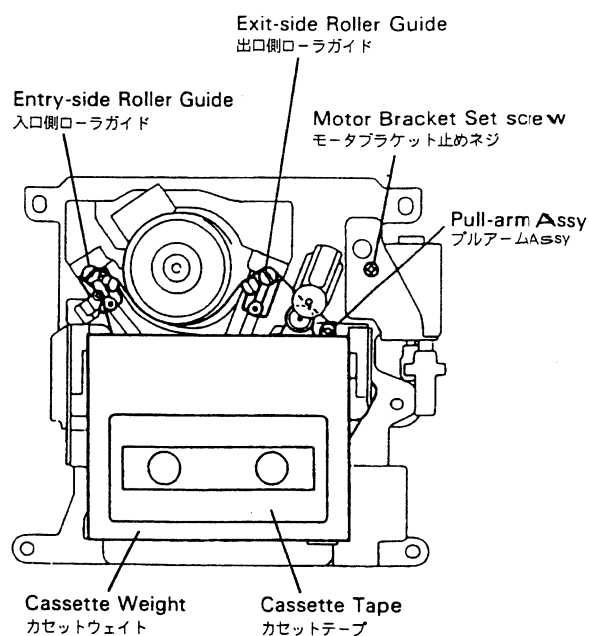

Fig. 3-5
2. Mount the tracking tape (TY-7251). (Refer to Fig. 3-5.)
2. トラッキングテープ (TY-7251) を装着する。(図3-5参照)
- 2). Mount the tracking tape (TY-7251). (Refer to Fig. 3-5)
- 4). Inspect the RF waveform. If it resembles the waveform shown in Photo 3-7, tighten the exit-side roller guide (Fig. 3-5) (about 1/8 rotation). If it resembles the waveform shown in Photo 3-9, loosen the exit-side roller guide (about 1/8 rotation).
- 5). Inspect the RF waveform. If it resembles the waveform shown Photo 3-6, tighten the entry-side roller guide (Fig. 3-5) (about 1/4 rotation). If it resembles the waveform shown in Photo 3-8, loosen the exit-side roller guide (about 1/4 rotation).
- 2). トラッキングテープ(TY-7251)を装着する。(図3-5参照)
- 4). RF波形を観測し、写真3-7のようであれば出口側ローラガイド(図3-5)を締め込み(1/8回転程度)、写真3-9のようであれば出口側ローラガイドを緩める(1/8回転程度)。
- 5). RF波形を観測し、写真3-6のようであれば入口側ローラガイド(図3-5)を締め込み(1/4回転程度)、写真3-8のようであれば入口側ローラガイドを緩める(1/4回転程度)。